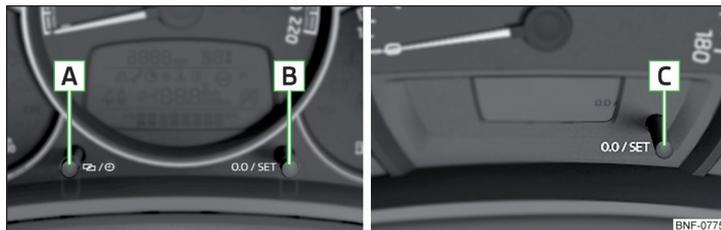

Fig. 23 Teclas en el cuadro de instrumentos combinado: Variante 1 y 2 / Variante 3
- ▶ Mantener presionada la tecla **C** » fig. 23 de la pág. 34, hasta que parpadee el indicador de la hora y la temperatura externa en la pantalla.
- ▶ Mantener presionada la tecla **A** » fig. 23 hasta que parpadee el indicador de horas en la pantalla.
- Mantener presionada la tecla **[C]** » fig. 23 hasta que parpadea el indicador de la hora en la pantalla.
- Presionar la tecla **[B]** y/o **[C]** » fig. 23 de la pág. 34.
- Seleccionar el contador para el kilometraje recorrido (trip) y mantener presionada la tecla **[B]** o **[C]** » fig. 23 de la pág. 34.